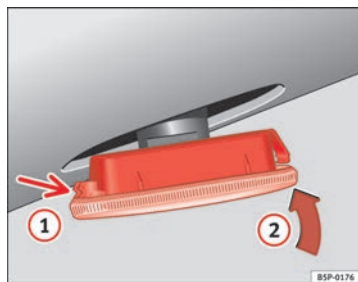

Fig. 175 Indicador de mudança de direcção lateral
- Primeiro, coloque a luz indicadora de mudança de direcção no orifício da carroçaria, encaixando as patilhas ⇒ fig. 175, seta ①.
- Encaixe a luz indicadora de mudança de direcção tal como indica a seta ② ⇒ fig. 175. ■